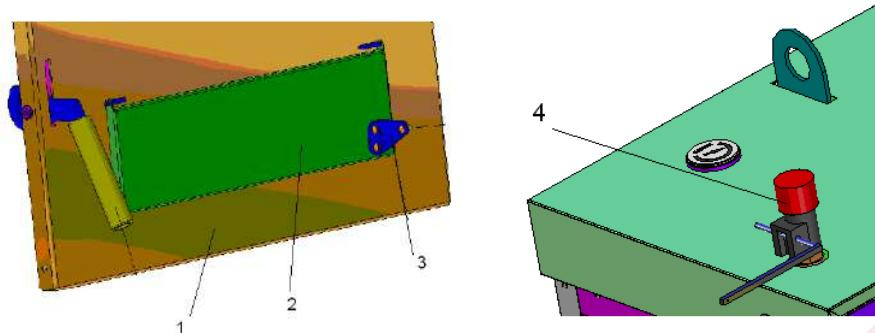

Рис.9 Крепление кронштейна 3 для регулятора тяги 4
5.3.4 Для котлов с комплектом регулятора тяги на крышку 2 (**рис.9**) дверцы шуровочной 1 установить кронштейн 3 , закрепив его винтами M4 и гайками M4.
На верхней крышке котла (**рис.1,2**) снять заглушку (3/4") и на это место установить регулятор тяги 4. Соединить его цепь винтом M4x10 и гайкой M4 с кронштейном 3 на крыше 2 шуровочной дверцы 1 (**рис.9**).